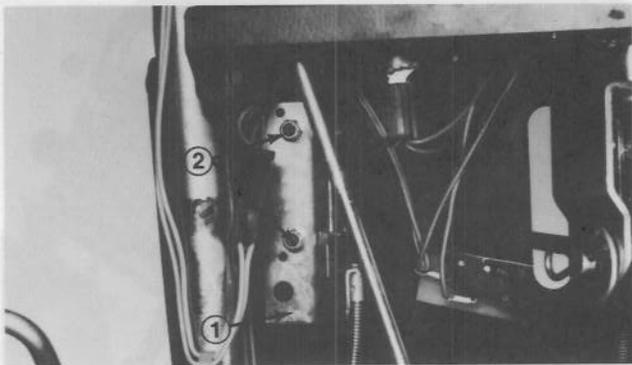

Figure 5
1. Par derrière, glissez le levier de commande des gaz dans la fente du tableau des commandes (ayez soin de ne pas endommager les fils). Ensuite, fixez la plaque de commande des gaz à l'aide des deux vis sems à tête hexagonale avec écrous de blocage (Fig. 5). Poussez avec précaution le bouton ou pommeau rouge sur le levier de commande des gaz.